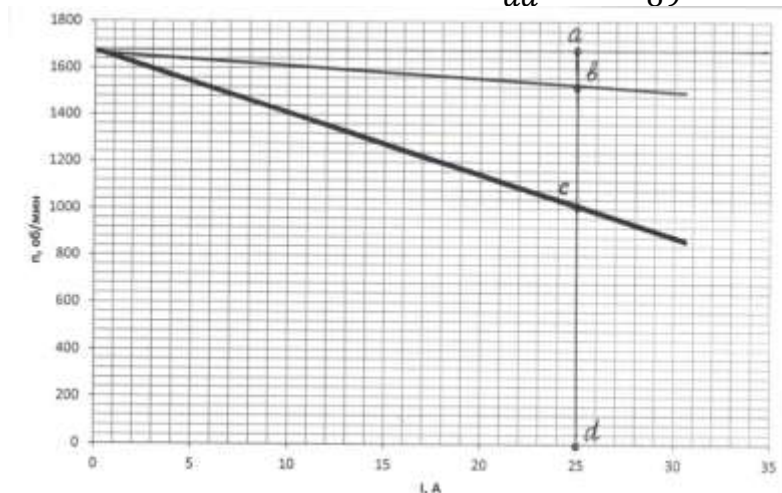

Рисунок 11. Характеристики ДПТ НВ
1) В одних осях строим естественную и искусственную механические характеристики (рис.11)